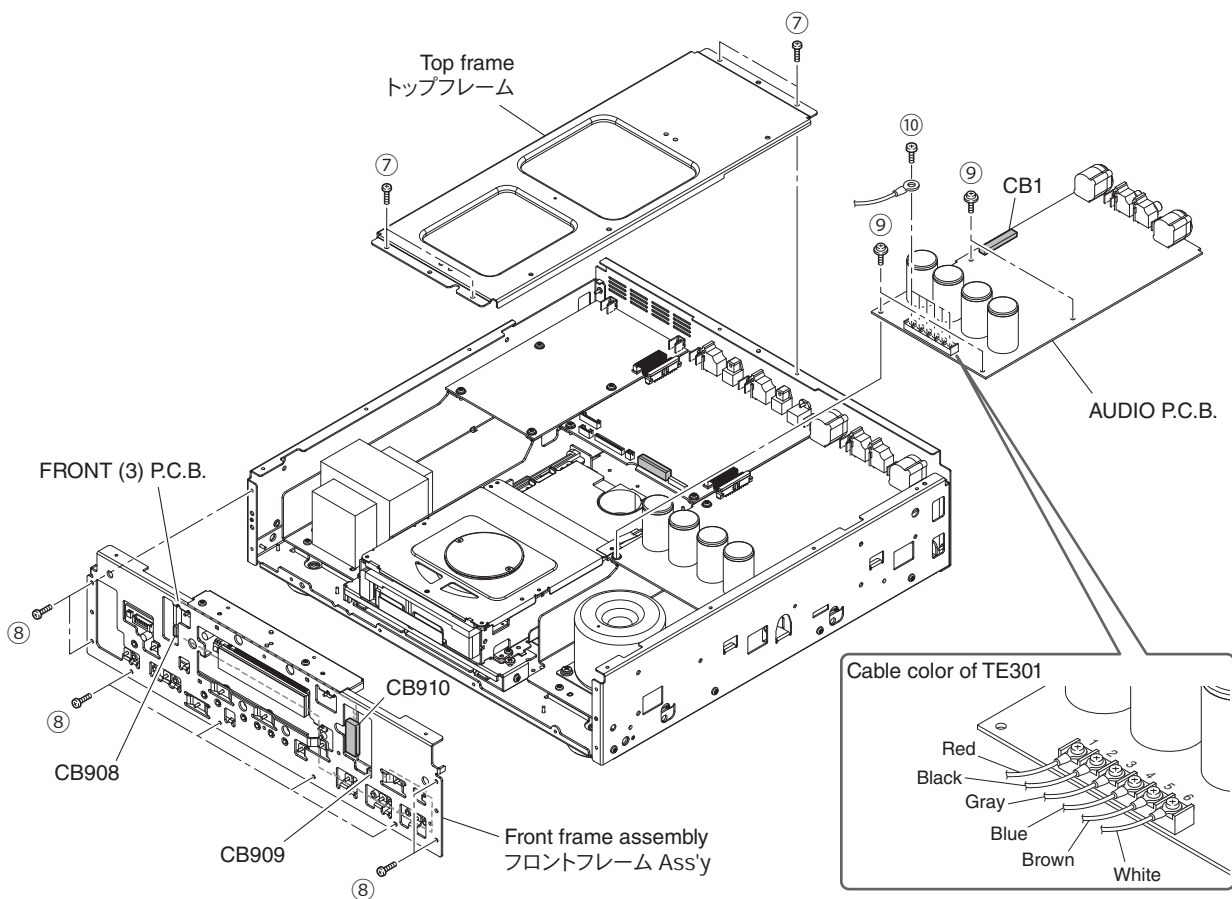

Fig. 5
- Remove 4 screws (7) and then remove the top frame. (Fig. 5)
- Remove 8 screws (8). (Fig. 5)
- Remove CB908, CB909 and CB910. (Fig. 5)
- Remove the front frame assembly. (Fig. 5)
- Remove 4 screws (9). (Fig. 5)
- Remove 6 screws (10) and disconnect 6 cables. (Fig. 5)
- * Make sure that all the removed cables are reinstalled at specified positions. (Fig. 5)
- Remove CB1. (Fig. 5)
- Lift the front of AUDIO P.C.B. and then remove it. (Fig. 5)
- 7 のネジ 4 本を外し、トップフレームを外します。(Fig. 5)
- 8 のネジ 8 本を外します。(Fig. 5)
- CB908、CB909、CB910 を外します。(Fig. 5)
- フロントフレーム Ass'y を外します。(Fig. 5)
- 9 のネジ 4 本を外します。(Fig. 5)
- 10 のネジ 6 本を外し、ケーブル 6 本を外します。(Fig. 5)
- ※ 取り外したケーブルはすべて決められた位置に取り付けてください。(Fig. 5)
- CB1 を外します。(Fig. 5)
- AUDIO P.C.B. の前方を持ち上げて外します。(Fig. 5)